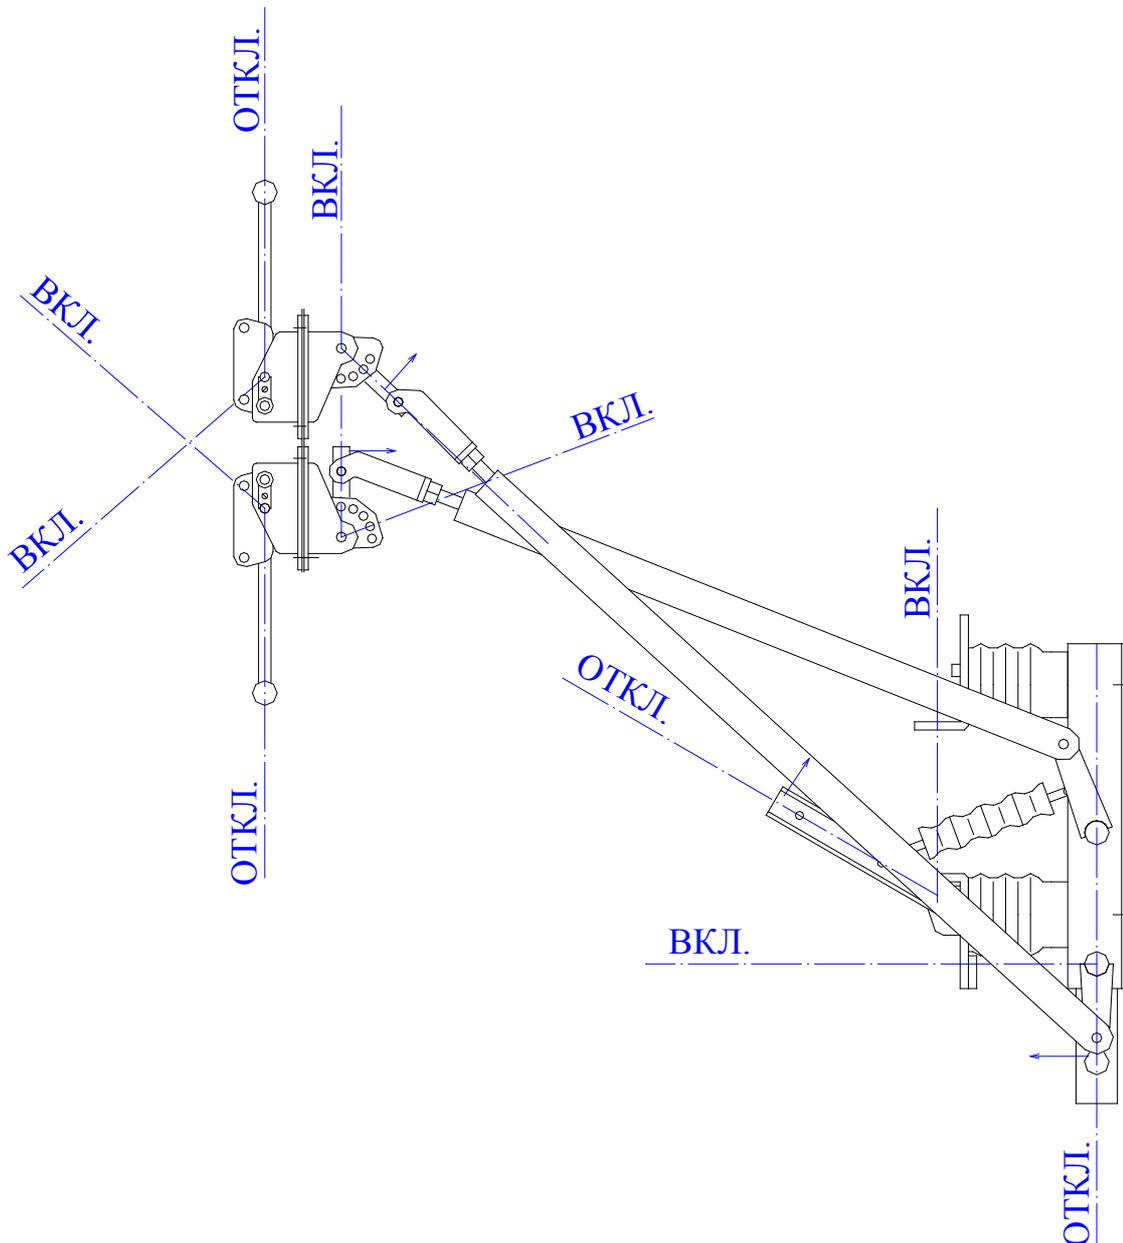
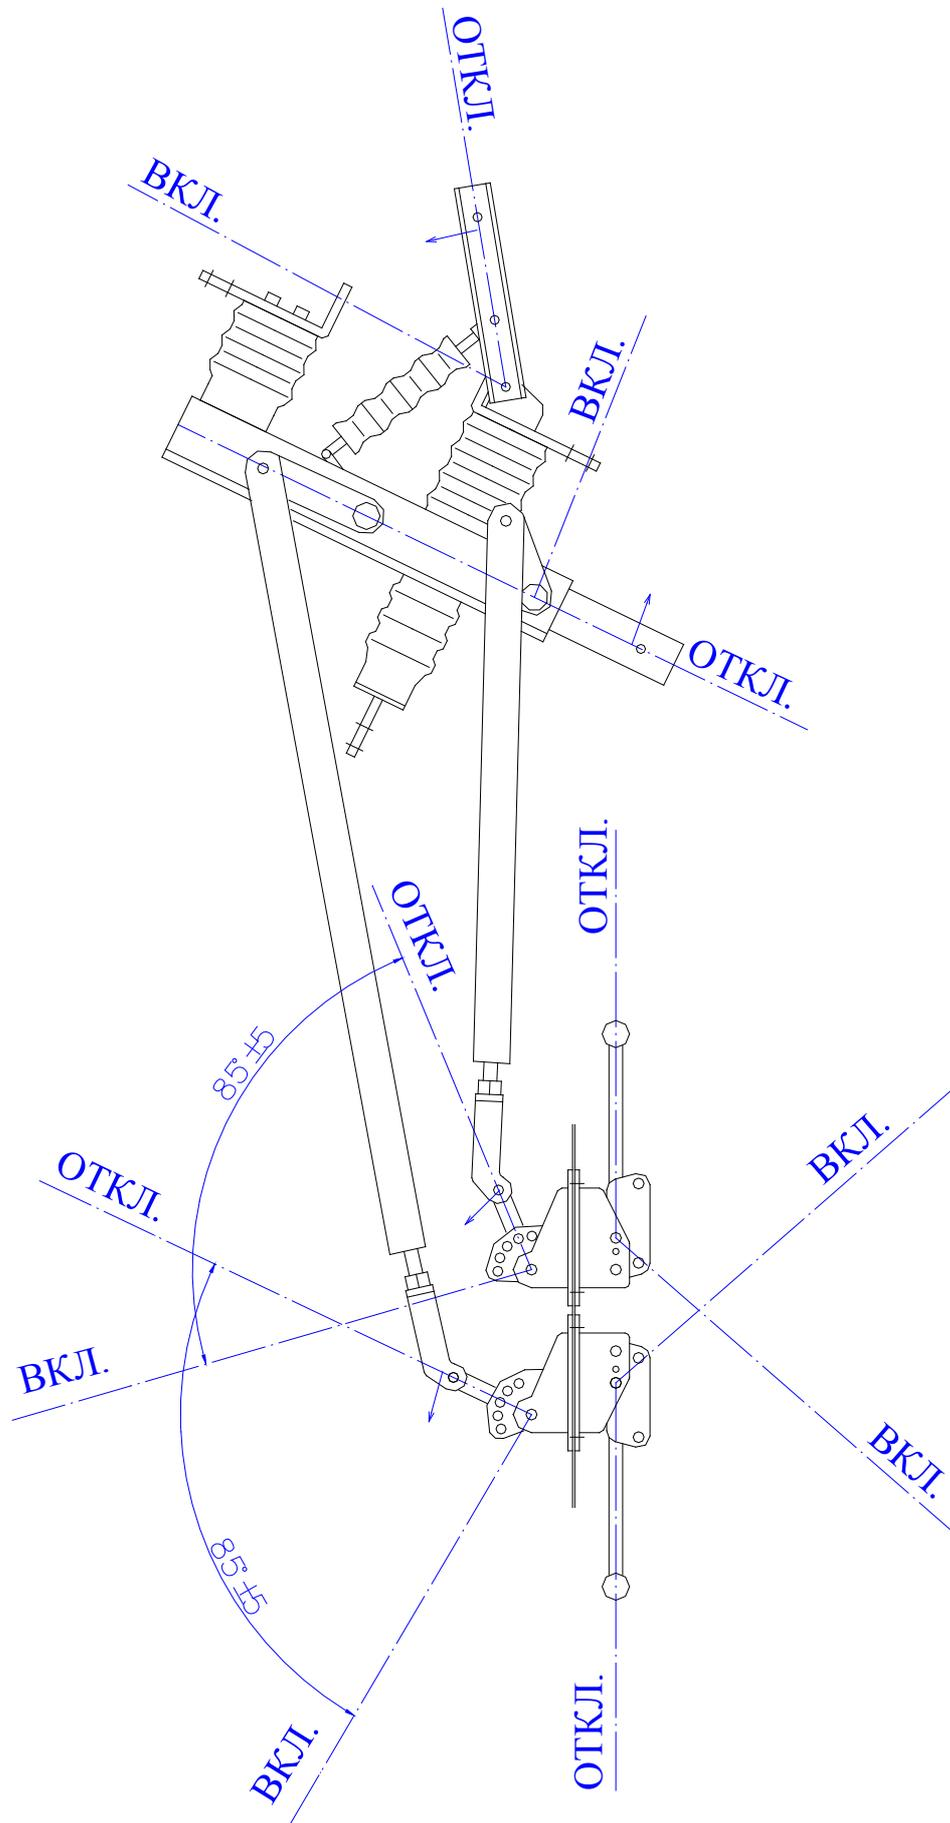

Рис. 5. Вариант соединения разъединителя РВЗ с приводом.
Рис. 6. Вариант соединения разъединителя РВФЗ с приводом.
7.12. Возможные варианты соединения разъединителей РВЗ и РВФЗ с приводом показаны на рис. 5 и рис. 6 соответственно.